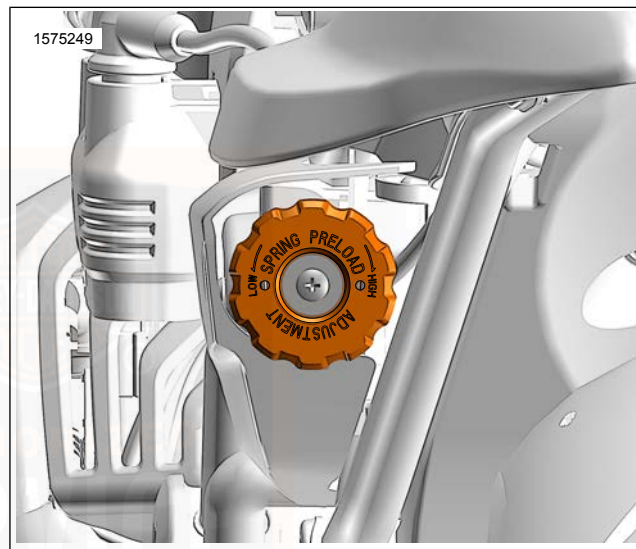

Abbildung 21. Vorspannungseinsteller
1. Siehe Abbildung 21. Den Einstellknopf für die Vorspannung zum Erhöhen der Vorspannungseinstellung im Uhrzeigersinn in Richtung HIGH (hoch) drehen oder zum Verringern der Vorspannungseinstellung gegen den Uhrzeigersinn drehen, bis die gewünschte Einstellung erreicht ist.
3. Siehe Abbildung 21. Den Einstellknopf für die Vorspannung auf die gewünschte Anzahl Klicks einstellen.